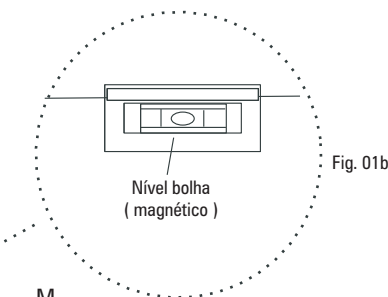

Fig. 01b
3. Certifique que o suporte está nivelado, utilizando o nível de bolha magnético na base de fixação da parede e faça as marcações necessárias (Fig. 01a / Fig.01b).